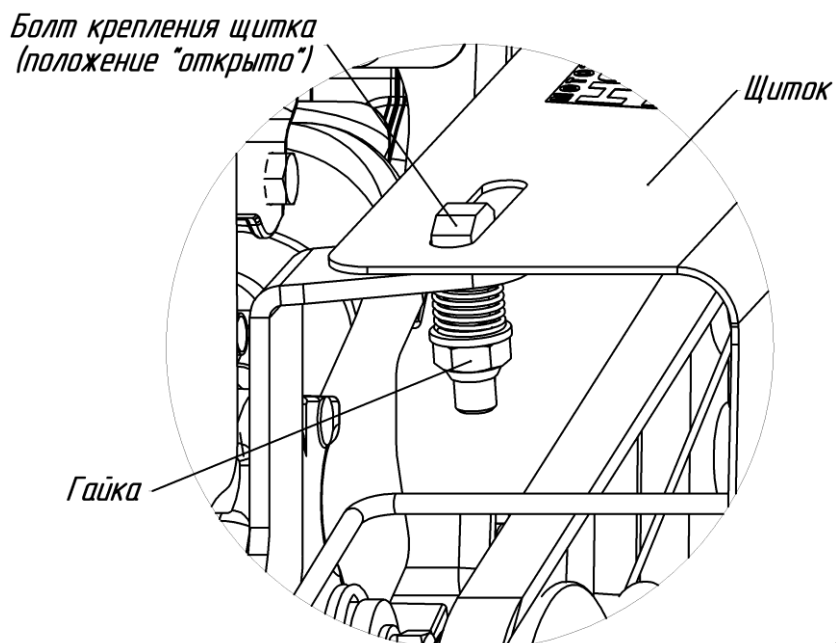

Рис.4 Схема крепления щитка со стороны ведущего шкива
– нажать на гайку снизу-вверх, тем самым поднять вверх болт крепления щитка (рис.4);
– повернуть головку болта крепления щитка в положение "открыто", как показано на рис.4 (головка болта должна быть расположена вдоль паза щитка);
– нажать на гайку снизу-вверх (рис.4);